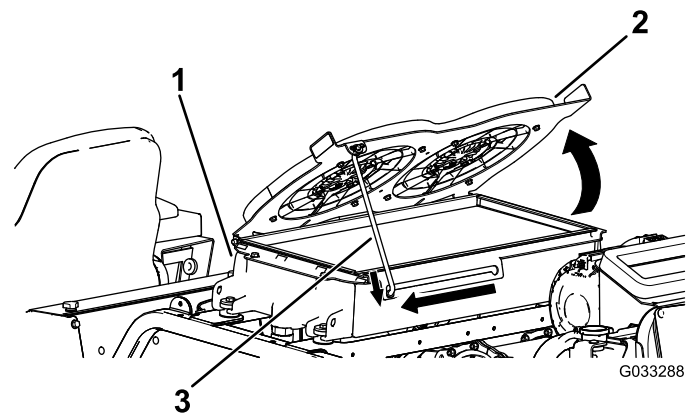

Figure 122
2. Faites pivoter les ventilateurs de refroidissement hydrauliques vers le haut et calez la béquille dans le cran (Figure 122).